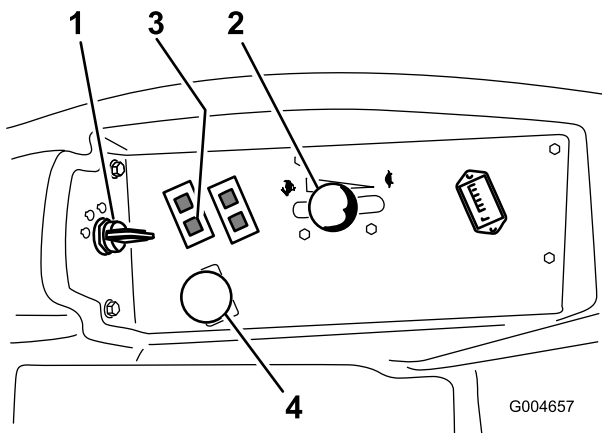

図 17
4. PTO スイッチをOFF 位置とする（図 17）。
5. スロットル・レバーを Fast と Slow の中間にセットする（図 17）。